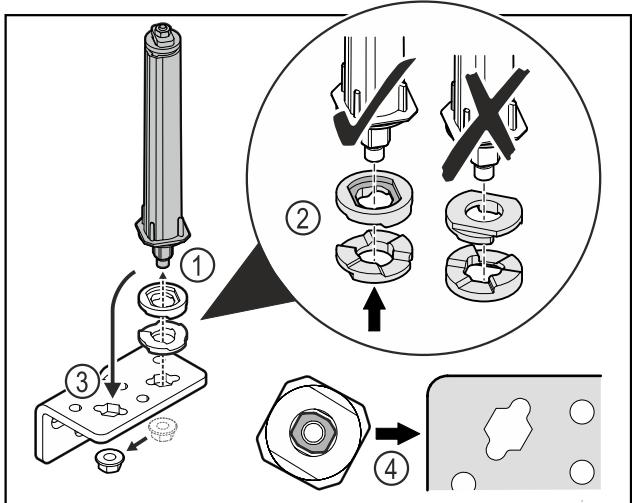

Fig. 40
► Odvijte matice in odstranite sistem za zaklepanje vrat Fig. 40 (1).
- Pazite na pravilno razporeditev podložk za nastavljanje višine Fig. 40 (2).
- Sistem za zaklepanje vrat prestavite v kotniku tečaja in ga fiksirajte z matico Fig. 40 (3).
- Pri vstavljanju pazite na pravilno naravnost sistema za zaklepanje vrat Fig. 40 (4).